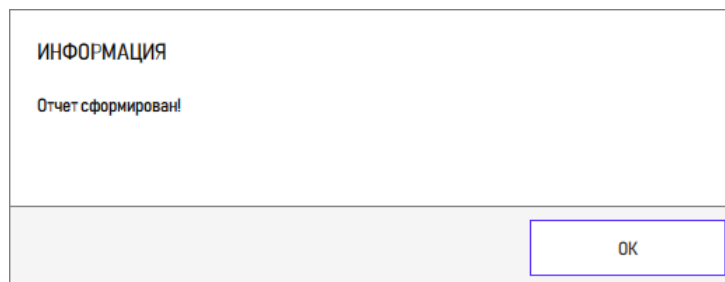

Рисунок 269 – Информационное сообщение
- 2) В отобразившемся информационном сообщении нажать кнопку «ОК» для закрытия (рисунок 269).